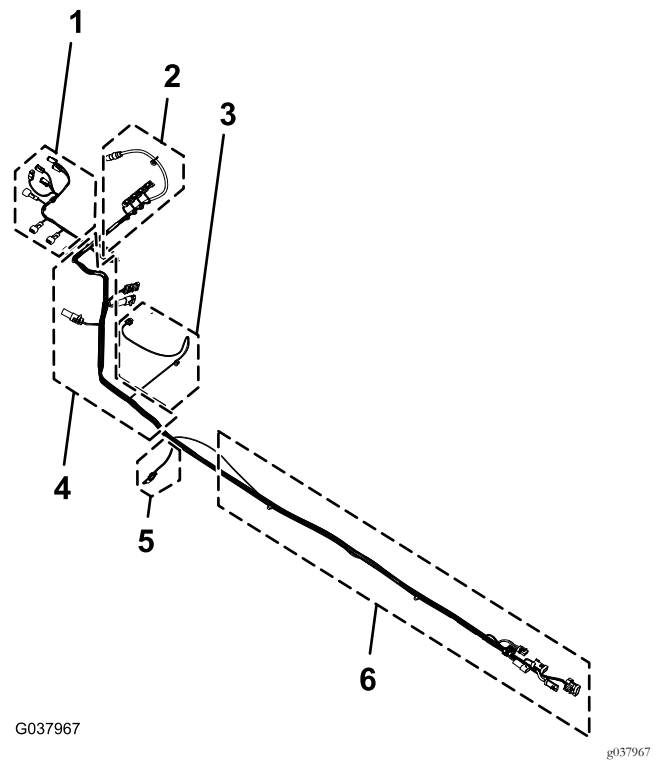

図 101
- 1. 新しい電気ハーネスから、168cmの枝線を探し出す 図 101。